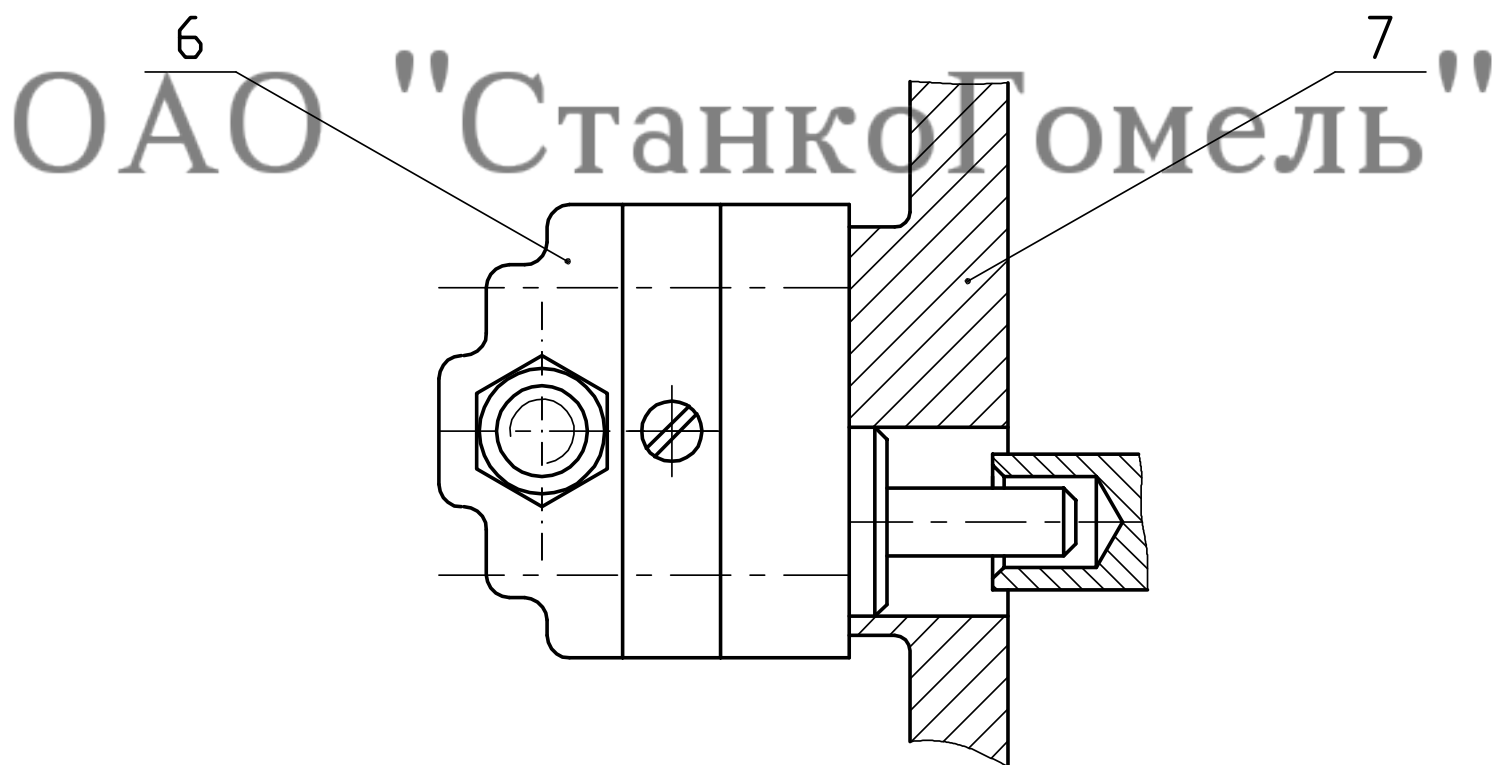

Рисунок 10.12 - Муфта масляного насоса на механизме подачи
Масляный насос 6 (рисунок 10.12) находится в передней части консоли (у корпуса механизма подачи). В случае загрязнения клапанов (отсутствует фонтанирующая индикация) следует также путем смены направления подачи попытаться отделить частички загрязнения.
- снять крышку 7 (рисунок 10.12). Демонтаж рычага и шкалы для переключения подачи не требуется;